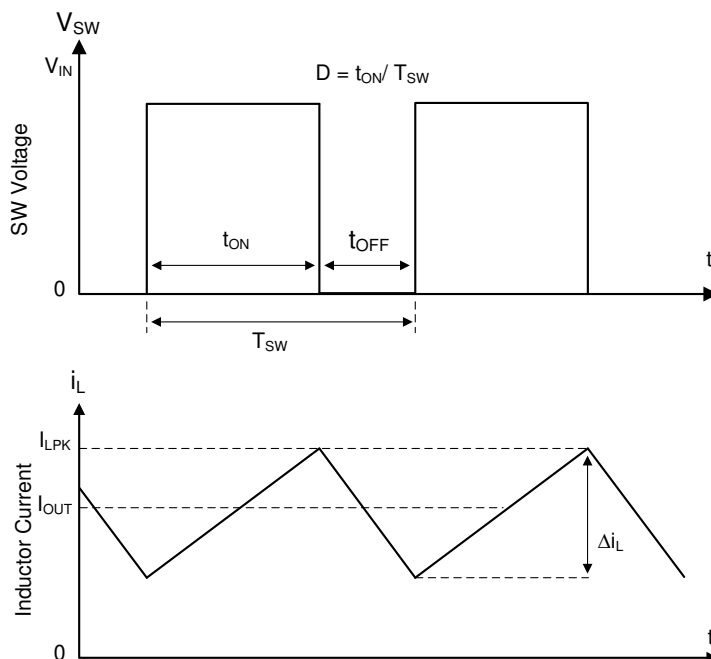

图 8-1. 连续导通模式 (CCM) 下的 SW 节点和电感器电流波形
有关 LMR514x0 的以下运行说明，请参阅 功能方框图 和 图 8-1 中的波形。LMR514x0 是一款同步降压转换器，具有集成式高侧 (HS) 和低侧 (LS) 开关 (同步整流器)。LMR514x0 通过使用受控的占空比打开高侧和低侧 NMOS 开关，来提供稳定的输出电压。高侧开关导通期间，SW 引脚电压上升至约 V_{IN} ，电感器电流 i_L 以线性斜率 $(V_{IN} - V_{OUT})/L$ 增加。当高侧开关被控制逻辑断开时，低侧开关在经过反击穿死区时间后将会导通。电感电流通过低侧开关以斜率 V_{OUT}/L 放电。降压转换器的控制参数为占空比 $D = t_{ON}/T_{SW}$ ，其中 t_{ON} 是高侧开关导通时间， T_{SW} 是开关周期。转换器控制环路通过调整占空比 D 来维持恒定的输出电压。在可忽略损耗的理想降压转换器中， D 与输出电压成正比，与输入电压成反比： $D = V_{OUT}/V_{IN}$ 。